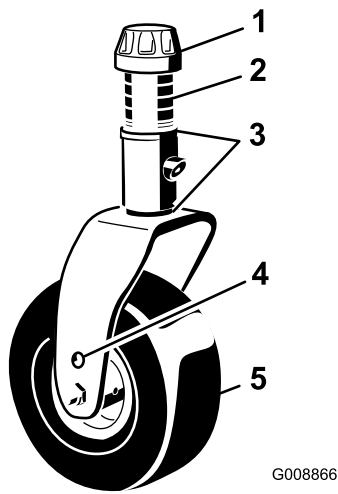

Figure 16
- Enlevez le chapeau de tension de l'axe de pivot (Figure 16) et sortez l'axe du bras pivotant. Remplacez les 2 cales (3 mm) sur l'axe de pivot comme à l'origine. Elles sont requises pour que les plateaux de coupe soient parfaitement de niveau sur toute la largeur. Placez le nombre requis d'entretoises de 13 mm (voir la table ci-dessous) sur l'axe de pivot pour obtenir la hauteur de coupe voulue, puis ajoutez la rondelle.